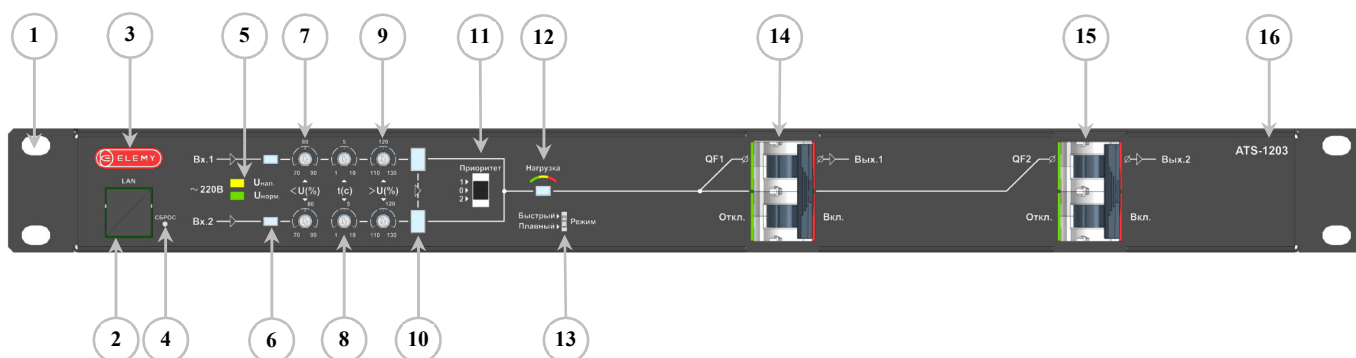

Рисунок 1 – Электронно-механический АСП ATS-1203, передняя панель:
**Готовность входа к использованию** определяется наличием на входе напряжения соответствующего уставкам в течение времени, превышающего время задержки. Время задержки задается регуляторами на лицевой панели, отдельно для каждого входа. Готовность входа – обязательное условие для того, чтобы нагрузка могла быть подключена к этому входу. Задержка с момента появления на входе напряжения, соответствующего уставкам, до подтверждения готовности входа, позволяет убедиться, что напряжение в сети, к которой подключен конкретный вход, находится в установившемся режиме, отсутствуют броски или провалы напряжения. См. *Рисунок 1*. Это позволяет избежать преждевременного подключения нагрузки ко входу с неустановившимся режимом. Данная задержка не влияет на время переключения.